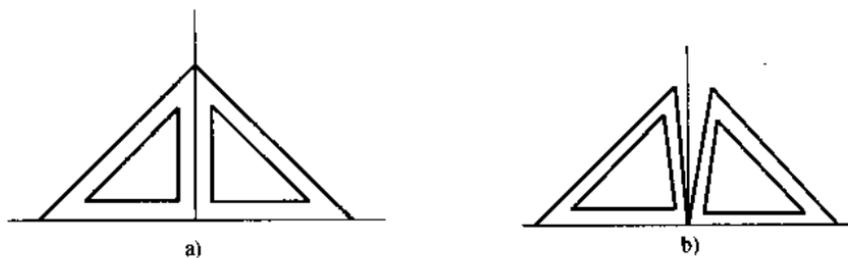

图 1-4 直角尺校验
(1) 直角尺 直角尺俗称曲尺。由于阴阳角均为 90° 直角，所以又被称为角尺。直角尺有木制和钢制两种。尺柄部分稍厚，容易贴靠材料。制尺翼的材料，要求用不易变形的木材，尺翼与尺柄用榫接合，加胶连接，胶合程度要求相当坚固。一般的直角尺规格是：尺柄略厚，用 20mm 方、250mm 或 300mm 长不易变形的木材制成；尺翼用 3~5mm 厚、30mm 宽的木材制成，长度有不同，一般尺翼在 200~400mm 或 400~600mm 两个范围内。直角尺若制作不好，可能不符合 90° 直角的标准，可用垂线重叠法来检查，如图 1-4 所示。